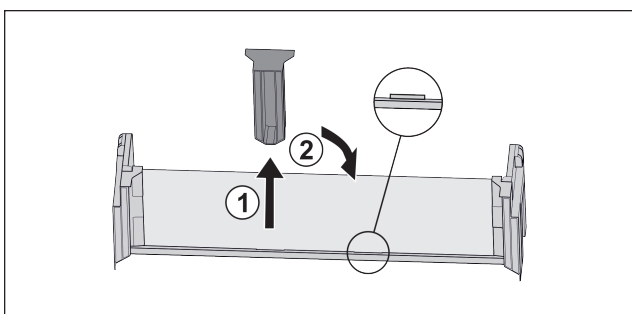

Fig. 79
- ▶ Estrarre l'elemento di supporto centrale Fig. 79 (1).
- ▶ Inserire l'elemento di supporto centrale sulla seconda posizione Fig. 79 (2).